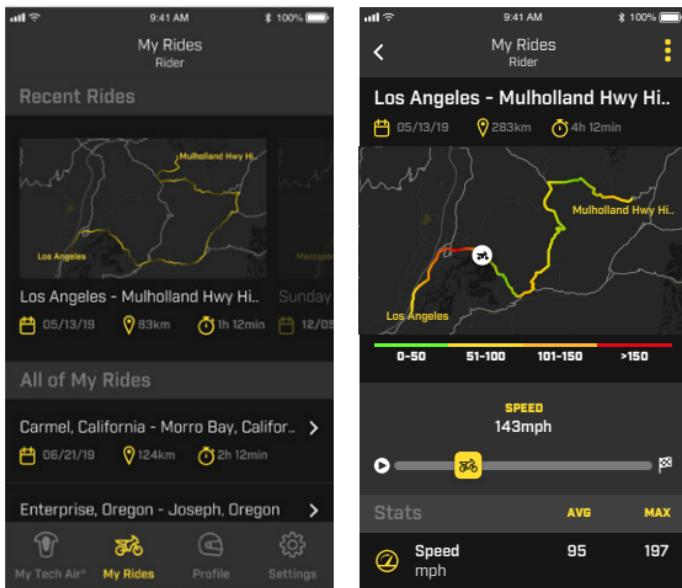

Figuur 19
Tijdens het rijden is de modus "SYSTEEM AAN" actief en heeft de gebruiker om veiligheidsredenen geen toegang tot de meeste functies van de App. Als het systeem moet worden uitgeschakeld door de gebruiker, bijvoorbeeld tijdens een zware off-road rijsessie, kan het systeem worden uitgeschakeld met het schuifpictogram op de App (zoals getoond in Figuur 19). Om het systeem weer in te schakelen, opent en sluit u de activeringsrits (1).
In het geval van implementatie toont de App de relevante status met de tekst "SYSTEM DEPLOYED" zoals weergegeven in Figuur 19.